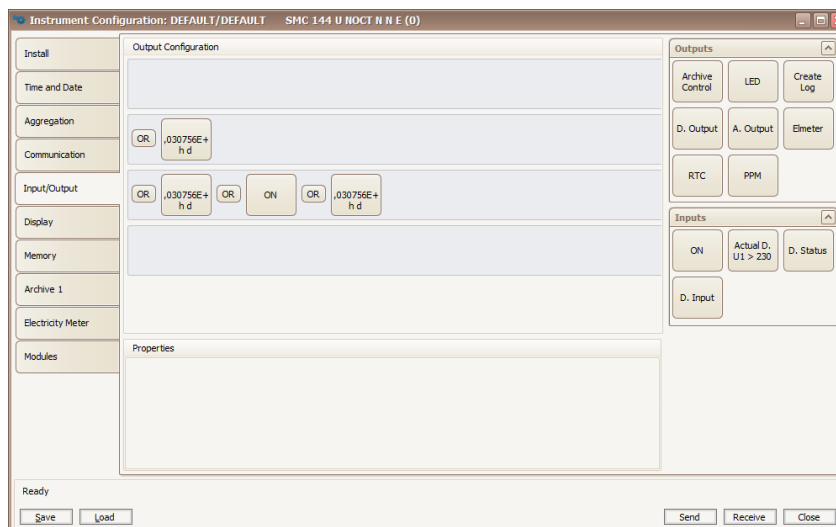

Figure 20: ENVIS.Daq - nastavení chování programovatelných vstupů a výstupů.
2.5.5 Inputs & Outputs (fig. 20)